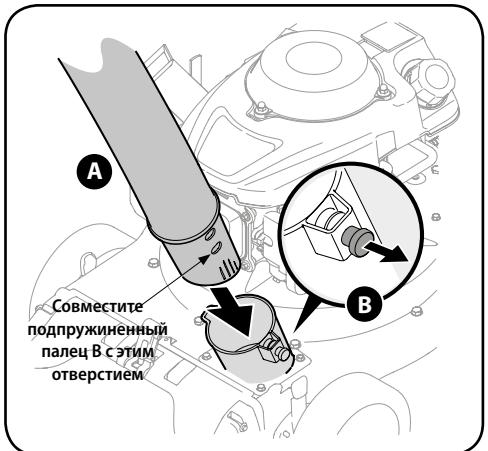

**Рисунок 3-3**
- b. Введите трос стартера в направляющую троса. См. рисунок 3-3.